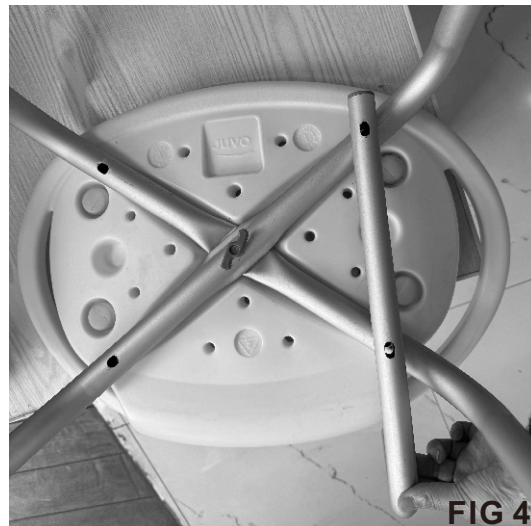

FIG 4
- à parte inferior do assento - Coloque uma barra de apoio do encosto sobre os suportes para as pernas em forma de U, de modo que os dois orifícios da barra de apoio do encosto fiquem alinhados com os dois orifícios dos suportes para as pernas em forma de U (consulte a FIG. 4). Certifique-se de que a barra de apoio do encosto está virada para cima, a partir da parte de trás da cadeira.